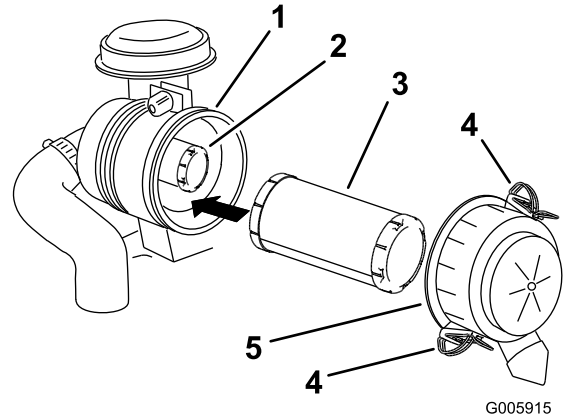

Figure 32
3. Ouvrez les dispositifs de verrouillage du filtre à air et enlevez le couvercle du corps du filtre (Figure 32).
5. Sortez l'élément principal du corps du filtre avec précaution (Figure 32). Évitez de cogner l'élément à l'intérieur du corps.
2. Si vous remplacez l'élément secondaire, insérez-le avec précaution dans le corps du filtre (Figure 32).
3. Placez ensuite l'élément principal sur l'élément secondaire avec le même soin (Figure 32). Assurez-vous qu'il est bien engagé en appuyant sur le rebord extérieur.
4. Reposez le couvercle du filtre à air, le côté portant l'inscription **UP** en haut, et fermez les dispositifs de verrouillage (Figure 32).
5. Sortez l'élément filtrant du corps du filtre avec précaution (Figure 32). Évitez de cogner l'élément à l'intérieur du corps.
2. Insérez l'élément filtrant dans le corps du filtre avec précaution (Figure 32).
3. Reposez le couvercle du filtre à air, le côté portant l'inscription **UP** en haut, et fermez les dispositifs de verrouillage (Figure 32).